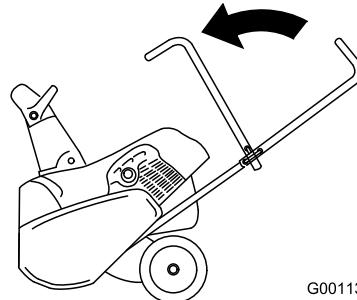

Figure 24
2. Pliez la partie supérieure du guidon en avant (Figure 24).